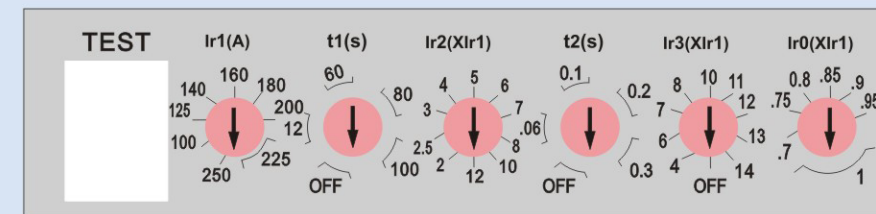
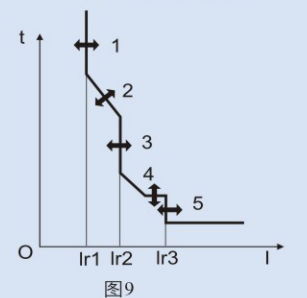

图8
图9
7.4、HSM2E-250, In=250A电子式脱扣器见图8、图9